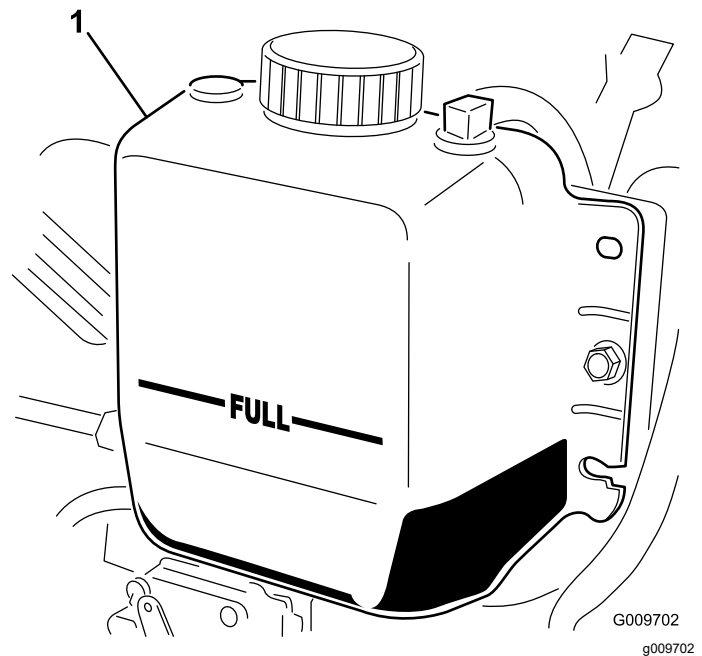

Figura 71
2. Controllate il livello del refrigerante nel radiatore. Il radiatore deve essere riempito fino alla parte superiore del collo del bocchettone ed il serbatoio di espansione fino al segno di pieno FULL (Figura 71).